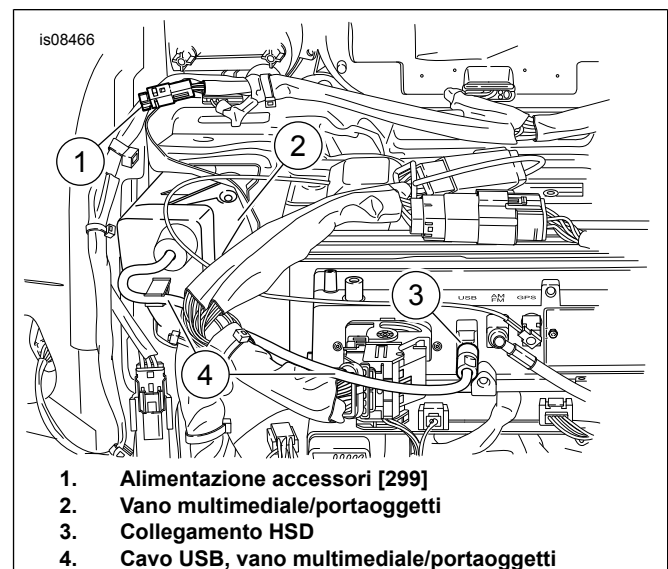
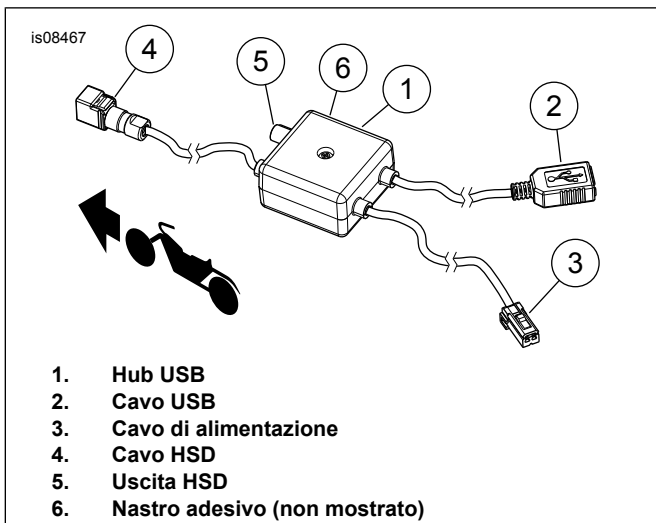

Figura 1. Posizioni del cablaggio dell'Hub USB
Figura 2. Schema dei collegamenti elettrici dell'Hub USB
1. Vedere Figura 1. Staccare il cavo USB (4) dalla porta del collegamento dati ad alta velocità (HSD) (3) sulla parte posteriore della radio.
2. Vedere Figura 2. Collegare il cavo di alimentazione (3) al [299] del gruppo di alimentazione degli accessori (1, Figura 1).
3. Collegare il cavo HSD (4, Figura 2) alla connessione HSD (3, Figura 1).
4. Collegare il cavo USB (4, Figura 1) alla porta HSD (5, Figura 2).
6. Passare il cavo USB (2, Figura 2) lungo il pannello e il telaio e sopra il parafrangente fino al Tour-Pak o alla borsa. Fissare opportunamente con fascette fermacavi.
1. Vedere Figura 1. Staccare il cavo USB (4) dal collegamento HSD (3) sulla parte posteriore della radio.
2. Completare la collocazione del cavo USB (2, Figura 2) seguendo quella del filo della porta di alimentazione esistente.